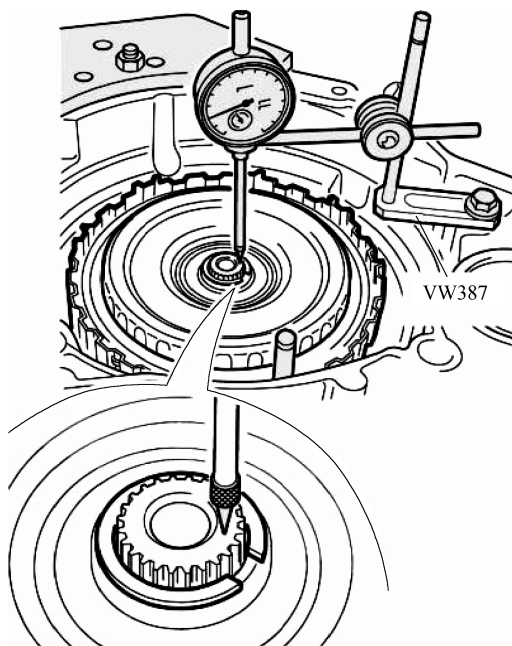

图 3-2-14 第一次测量示意图
• 将千分表支架(VW 387)安装在变速器法兰上, 如图 3-2-14 所示。